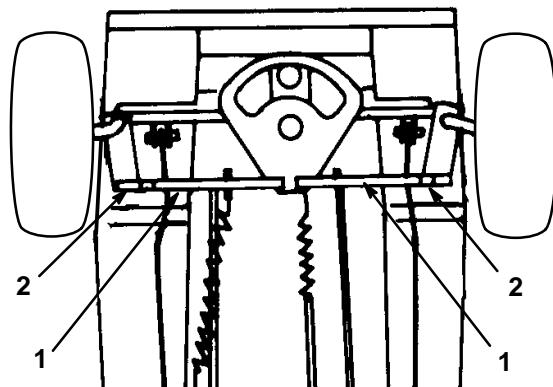

Figure 25
Les roues avant doivent présenter le pincement spécifié. Un réglage peut être nécessaire si les pneus s'usent de manière irrégulière, s'ils abîment la pelouse ou si la direction est dure. Contrôler le pincement toutes les 100 heures de service ou une fois par an, selon ce qui se présente en premier (Fig. 25).
3. Mesurer l'écart entre les deux roues avant à la hauteur des fusées, à l'avant et à l'arrière des roues (Fig. 25).
1. Pour ajuster le pincement des roues avant, desserrer le contre-écrou et tourner la barre d'accouplement (il n'y a qu'une seule barre réglable) jusqu'à ce que l'écart entre les axes des roues à l'avant ( $d'$ ) soit inférieur de 1,5 à 6,3 mm (0.06 à 0.25") à l'écart à l'arrière ( $d''$ ) (Fig. 25 et 26).